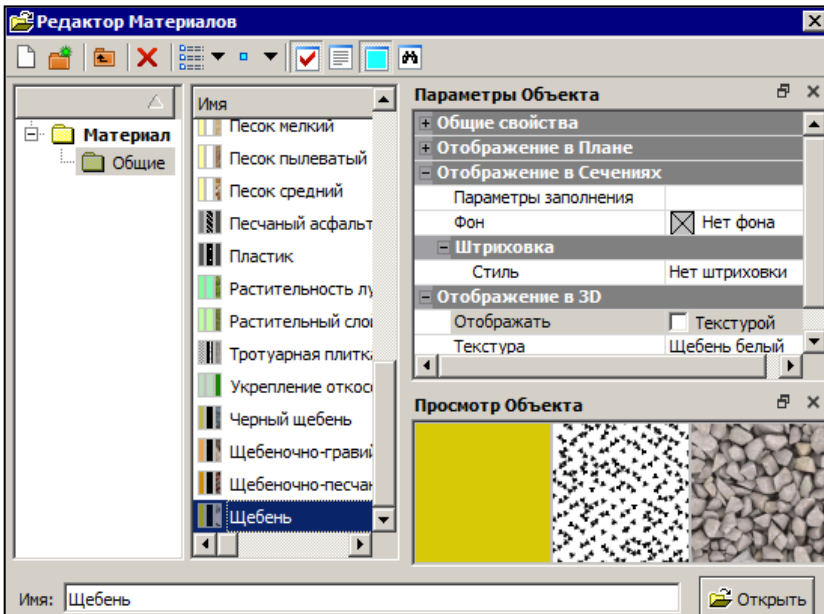

Рис. 28.7
- **Материал подготовки** – в поле параметра можно выбрать общий материал для устройства подготовки под фундамент средней части и под оголовки трубы, а также под слои укрепления – кнопка  вызывает диалог **Редактор материалов** (рис. 28.7).
- **Материал засыпки** – параметр открывается, если выбран объект *Засыпка оголовка*. Выбор материала из выпадающего списка или из **Редактора Материалов** (рис. 28.7).